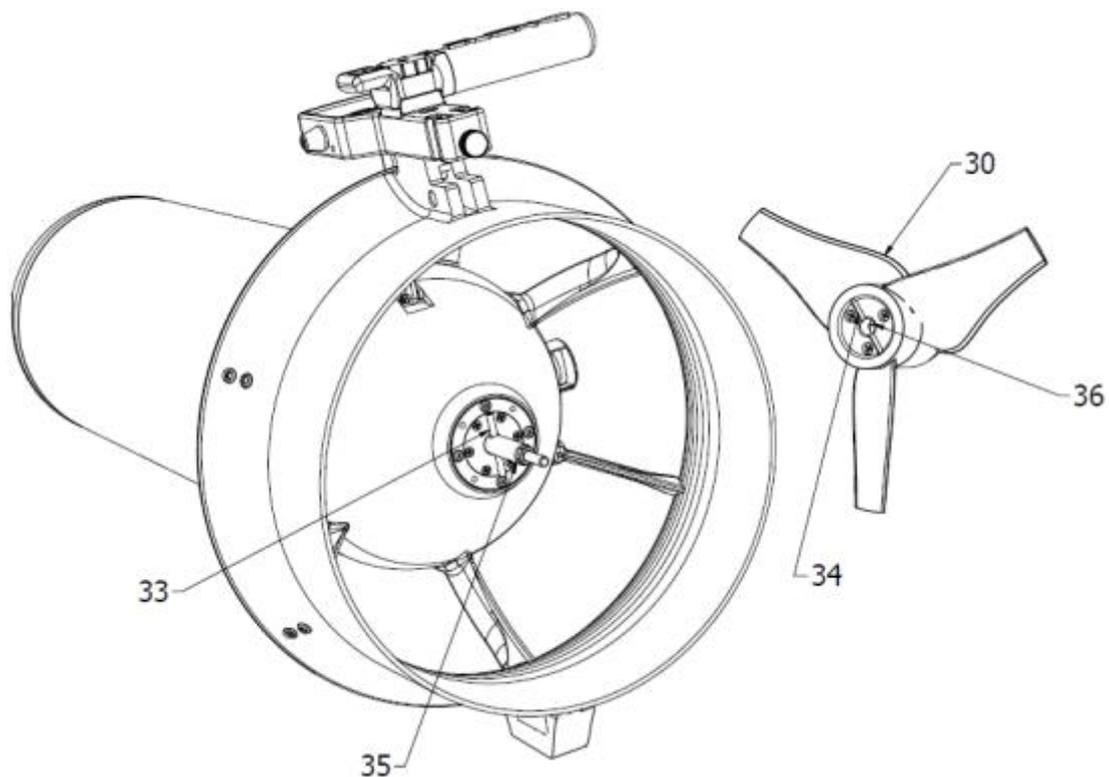

Fig.10
Infilare l'albero motore dello SCOOTER (35 - Fig.10) nel foro dell'elica (36), girare l'elica (in senso ORARIO) fino a quando la spina (33) si trova a combaciare con la sede (34) dell'elica. Quando si sentirà uno scatto l'elica smetterà di girare. Proseguire ruotando (in senso ORARIO) l'interruttore (6) con la sola forza delle dita, SENZA FORZARE.